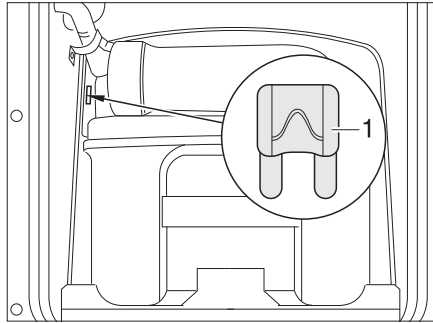
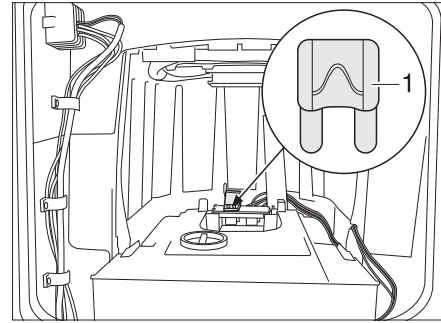

Bild 291 Säkring Thetford-toalett
Bild 292 Säkring Thetford-toalett (alternativ)
- Byt säkring (Bild 291,1 resp. Bild 292,1).